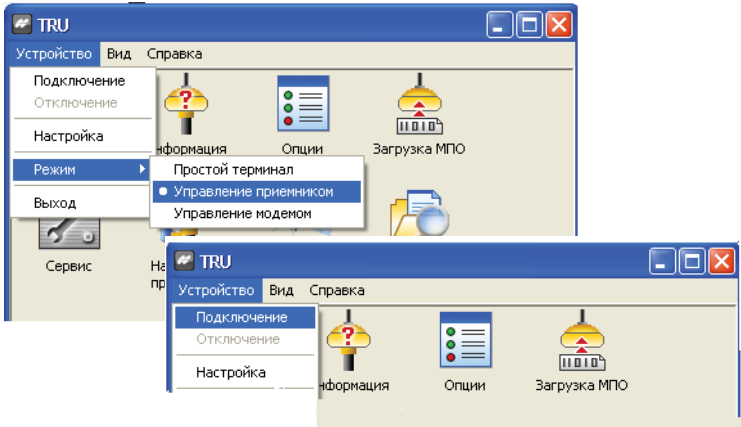

Рис. 2-18. Настройка с помощью программы TRU (1)
2. Запустите программу TRU. Нажмите **Устройство** ▶ **Режим** ▶ **Управление приемником**. Затем нажмите **Устройство** ▶ **Подключение** (Рис. 2-18).